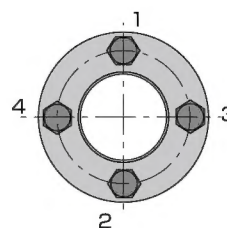

Fig.5
③ロックボルトをトルクレンチにて対角の順に所定のトルクで締め付けて下さい。(Fig.5)
Use torque wrench for tightening the screws in diagonal direction. (Fig.5)